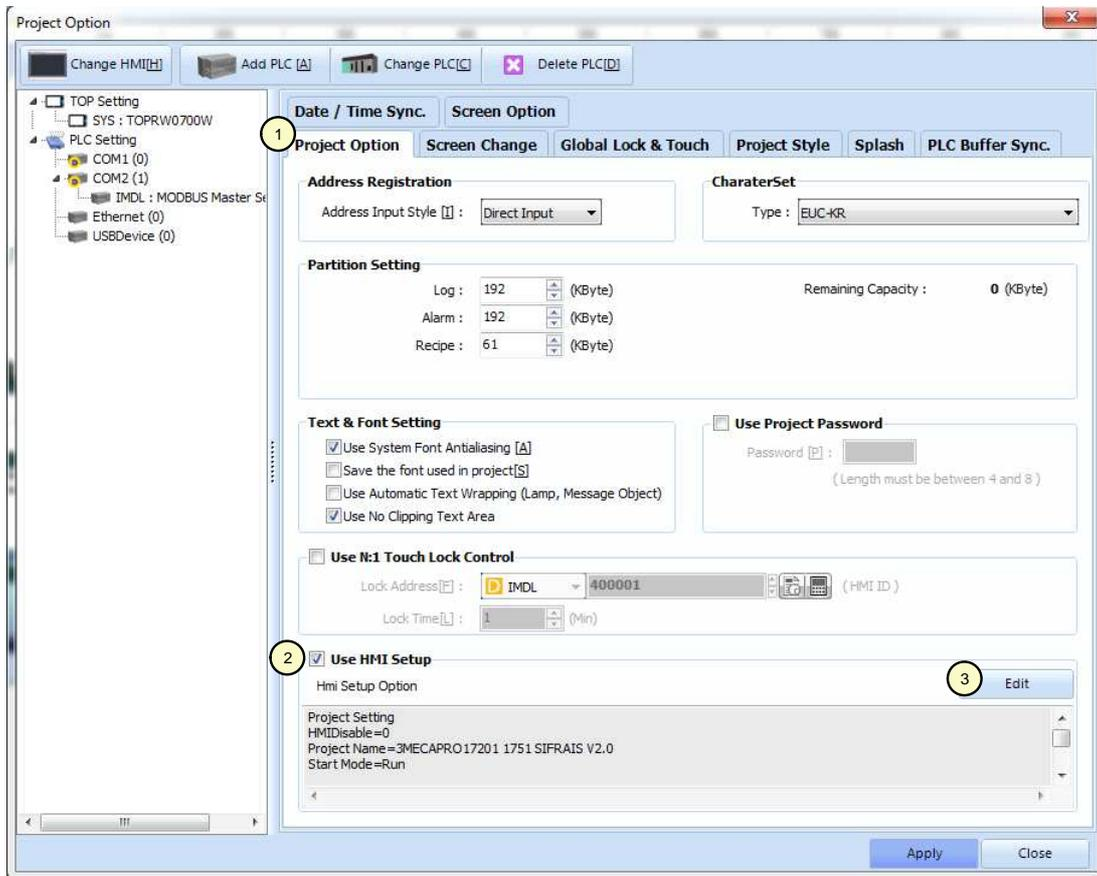

Figure 7
- Sélectionner l'onglet « Project Option », repère 1 de la figure 7.
- Activer l'option « Use HMI Setup », repère 2 de la figure 7.
- Appuyer sur le bouton « Edit », repère 3 de la figure 7.